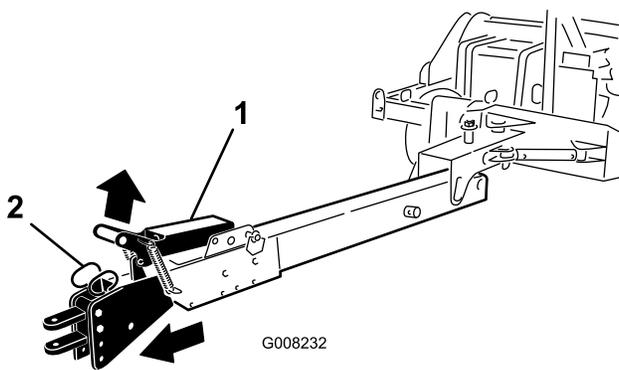

Рисунок 22
- Поднимите рукоятку защелки (Рисунок 22).
- Медленно двигайте транспортное средство вперед, пока узел сцепки не заблокируется (Рисунок 22).
7. Для отвода буксирного сцепного устройства поднимите рукоятку защелки и медленно подавайте транспортное средство задним ходом, пока узел сцепки не зафиксируется на месте (Рисунок 22).